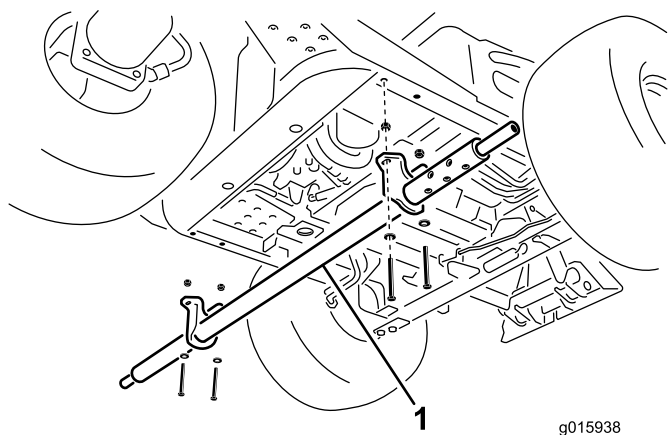

Figura 11
1. Dal lato sinistro della macchina fate scorrere il gruppo tubo trasversale sotto la macchina, allineando i fori della staffa di montaggio ai fori su ciascun tubo del telaio (Figura 11).
2. Fissate le staffe di montaggio del tubo trasversale ai tubi del telaio con 4 viti (3/8 x 3 poll.), 4 rondelle piane e 4 dadi di bloccaggio (3/8 poll.) (Figura 11).